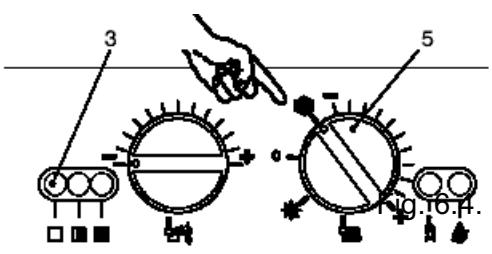

Fig. 6.4.
15. Alimentar electricamente a caldeira, accionando o interruptor bipolar. O indicador luminoso 3 da fig. 6.4., faz uma breve intermitênciam cada 4 segundos aproximadamente.
16. Colocar o comutador de função 5 na posição indicada na fig. 6.4. O indicador luminoso fica com intermitências de aproximadamente cada segundo.